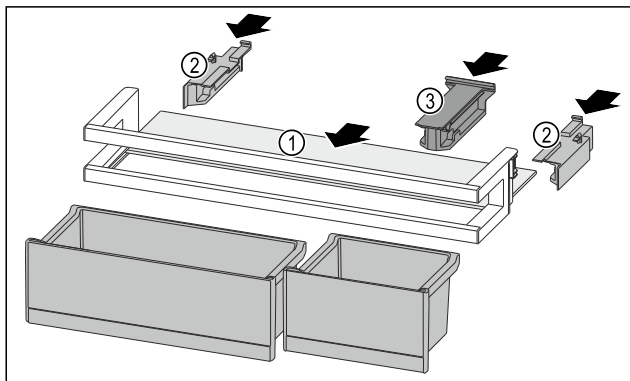

Fig. 149
- Odkládací plochu Fig. 149 (1) zasuňte do bočních vybrání.
- Boční díly Fig. 149 (2) vložte.
- Držák Fig. 149 (3) vložte.